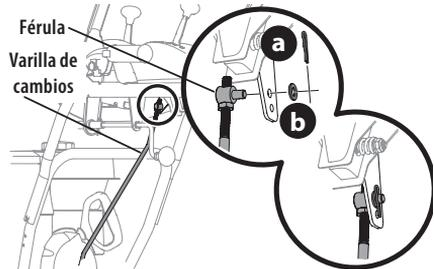

Figura 56
- Extraiga el pasador de chaveta (a) y la arandela (b) de la férula de ajuste de la varilla de cambios y extráigala de la palanca de cambios (Figura 56).